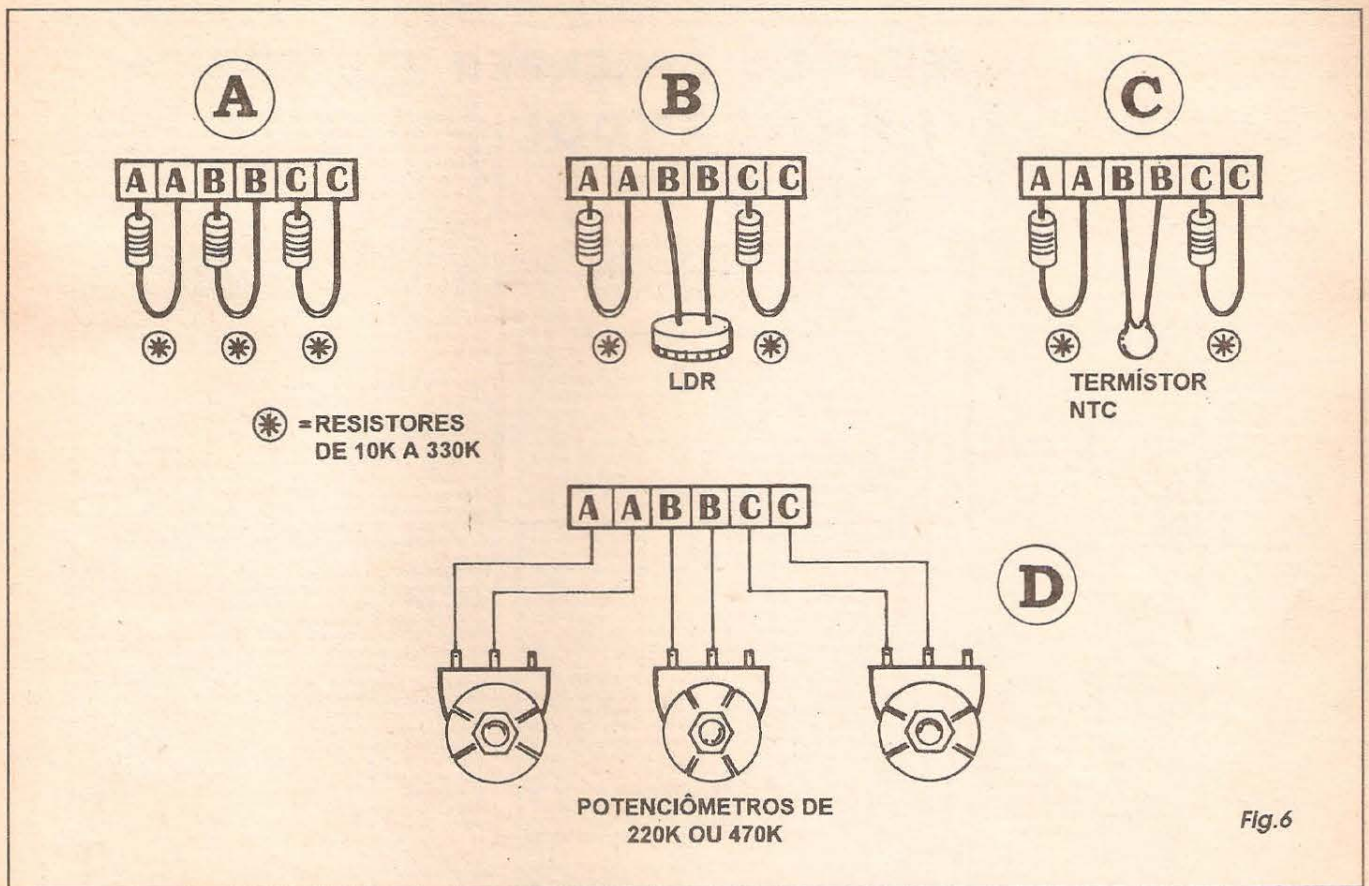

Fig.6
- FIG. 6 - ESTABELECENDO AS PROGRAMAÇÕES EXPERIMENTAIS... - Os quatro írtens do diagrama mostram as possibilidades *básicas* de programação externa da manifestação sonora do **SODIP** (e que admitem inúmeras outras variações e combinações...). em **6-A** temos o arranjo com três resistores fixos, cujos valores poderão situar-se - experimentalmente - entre 10K e 330K. Notar que os valores dos três resistores tanto podem ser idênticos entre si, quanto largamente diferentes (dentro da faixa recomendada). Na prática, não há limites para os resultados possíveis, em termos de manifestação sonora, mesmo em face de uma programação estabelecida de maneira tão simples e direta... Experimentem sequências resistivas *progressivas* (com valores - exemplo - de 10K - 22K - 47K, ou 47K - 100K - 220K, coisas assim...), dois resistores idênticos e um diferente, trocar os mesmos três resistores experimentados de posição nos *slots* **A-A**, **B-B** e **C-C**... e assim por diante... Em **6-B** acrescentamos uma interessante possibilidade para *complicar* automaticamente a programação, tornando-a (em parte...) dependente da iluminação ambiente: basta substituir pelo menos *um* (mas, se qui-